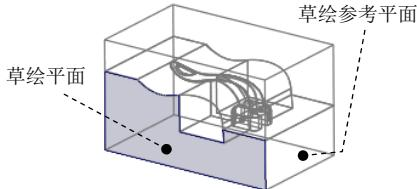

图 6.21 定义草绘平面
(1) 单击**编辑模具体积块**操控板 **形状** 区域中的 按钮，此时系统弹出“拉伸”操控板。
(2) 定义草绘截面放置属性。右击，从系统弹出的菜单中选择**定义内部草绘...**命令；在系统 **选择一个平面或曲面以定义草绘平面。** 的提示下，选取图 6.21 所示的表面为草绘平面，选取图 6.21 所示的表面为参考平面，方向为**右**；单击**草绘**按钮，至此系统进入截面草绘环境。